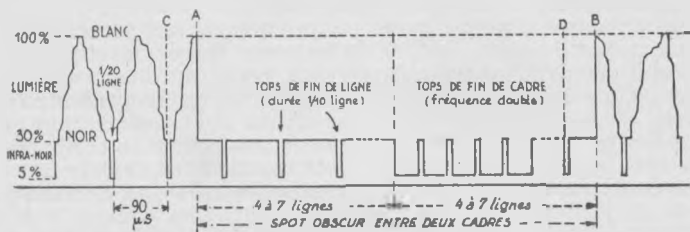

Fig. 7. — SIGNAL FRANÇAIS A MOYENNE DEFINITION (441 lignes).
a) *Signal français à moyenne définition* (fig. 7).
A la fin de chaque demi-image, le spot est obscurci pendant 10 à 15 lignes, afin de lui permettre de remonter au départ de la demi-image suivante sans être vu. La moitié de ce temps est d'abord occupé par les tops normaux de fin de ligne, puis ces tops s'allongent et leur fréquence devient double pendant deux lignes, ce qui constitue l'ordre de synchronisation verticale. On peut voir sur la figure 7 que l'obscurcissement de fin de cadre commence au milieu d'une ligne en A et se termine en B au milieu d'une autre. Au cadre suivant, il commencera et se terminera à la fin d'une ligne, en C et D.
La MF-vision est d'abord amplifiée, puis détectée. Cela fait naître une tension redressée semblable à la figure 7, mais sans l'intervalle de 5 % séparant l'horizontale zéro volt du fond des impulsions de synchro. Ces 5 % de tension continue manquante, il faudra les restituer au signal-lumière avant de l'appliquer au wehnelt, sous peine de ne pas atteindre le blanc absolu à 100 %, mais seulement un gris léger à 95 % de modulation : l'image manquerait de contrastes.